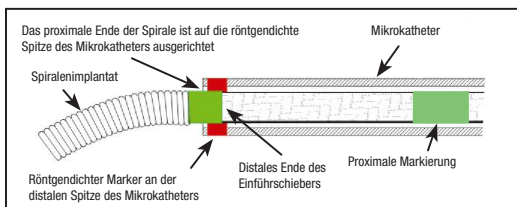

Abbildung 4 – Position der Markierungsbänder für das Abtrennen
29. Die Spirale an die gewünschte Position vorschieben, bis der proximale röntgengedichtete Marker auf dem Einführschieber mit der distalen Spitze des Mikrokatheters ausgerichtet ist oder sich leicht distal davon befindet, sodass die Abtrennzone gerade außerhalb der Mikrokatheterspitze liegt (siehe Abbildung 4).